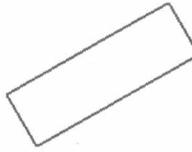

图1-28
1. 利用【Create】/【Create Rectangular Shapes】变形矩形命令，绘制旋转“ $30^\circ$ ”的矩形，如图 1-28 所示。